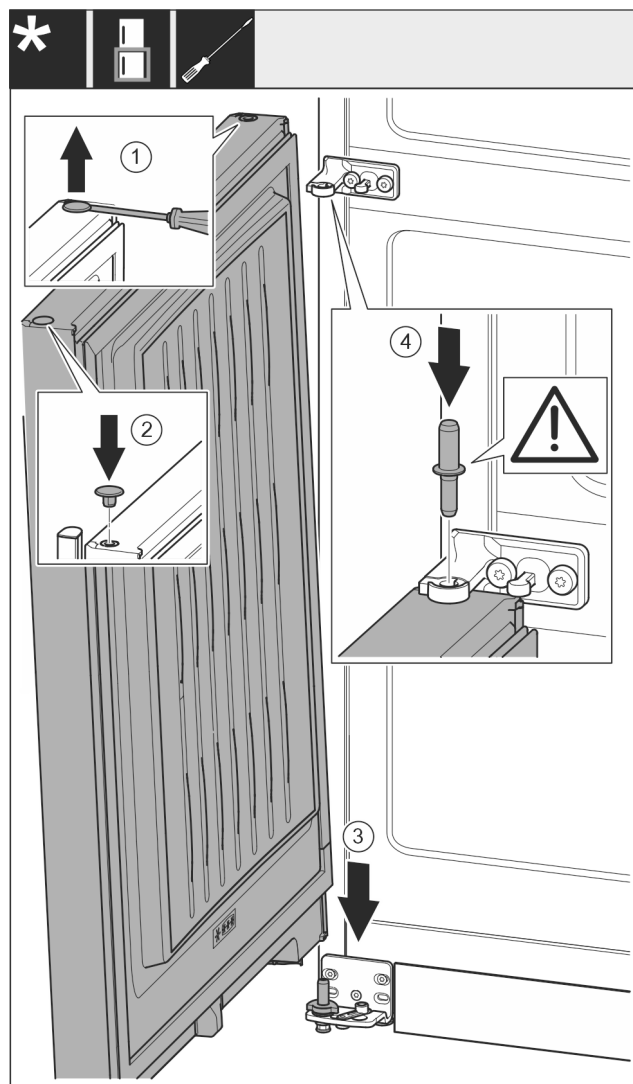

Fig. 21
- Zátku Fig. 21 (1) opatrně nadzvedněte plochým šroubovákem a vytáhněte.
- Zátku Fig. 21 (2) opět vložte na druhé straně dveří.
- Dveře Fig. 21 (3) nasadte shora na dolní ložiskový čep.
- Prostřední ložiskový čep Fig. 21 (4) vložte do dolních dveří přes prostřední stojan ložiska. Přitom dávejte pozor, aby zajišťovací vačka směřovala dozadu.